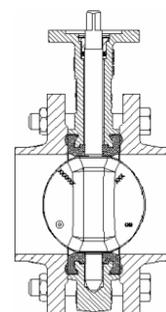

рис. 3
7. Снова откройте заслонку (рис. 3) и затяните гайки (*необходимо затягивать постепенно и последовательно противоположащие гайки так, чтобы равномерно сжать футеровку*) до контакта корпуса заслонки и фланцев (контакт металл/метал). **При закрытом диске затягивать гайки нельзя.**